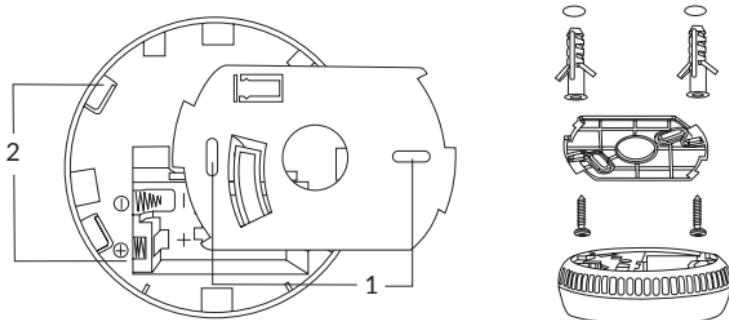

Fig. 9
6.5. Afin de monter l'appareil, il est nécessaire de fixer sa base au plafond. Pour cela, il faut définir l'emplacement d'installation, percer des trous pour les chevilles et fixer la base à l'aide des vis fournies dans le kit. Ensuite, il faut fixer le boîtier de l'appareil en insérant les deux crochets caractéristiques situés sur le pourtour de la base (fig. 9) dans les deux ouvertures allongées du boîtier de l'appareil (fig. 9). La dernière étape consiste à tourner le boîtier dans le sens des aiguilles d'une montre.